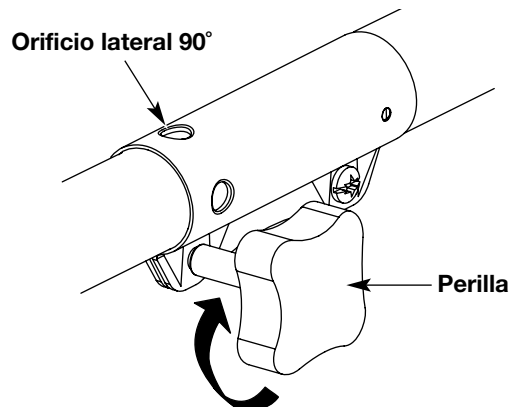

Fig. 8
3. Gire la perilla en sentido horario para ajustarla (Fig. 8).
Para recortar bordes mientras usa el accesorio de corte de cabeza de línea con modelos EZ-Link™, trabe el botón de desconexión en el **orificio lateral de 90°** (Fig. 8).